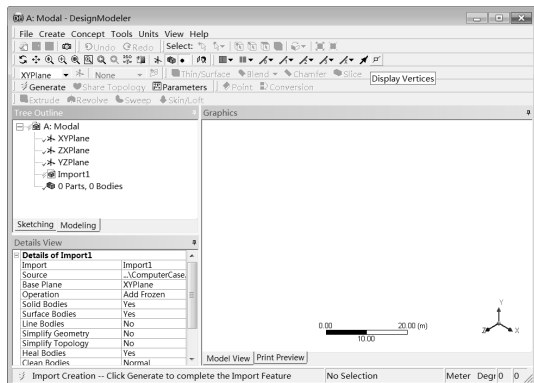

图 6-7 生成前的 DesignModeler 界面
Step3 :双击项目 A 中的 A3 Geometry 按钮,会进入到 DesignModeler 界面,此时设计树中 Import1 前显示 ,表示需要生成,图形窗口中没有图形显示,如图 6-7 所示。